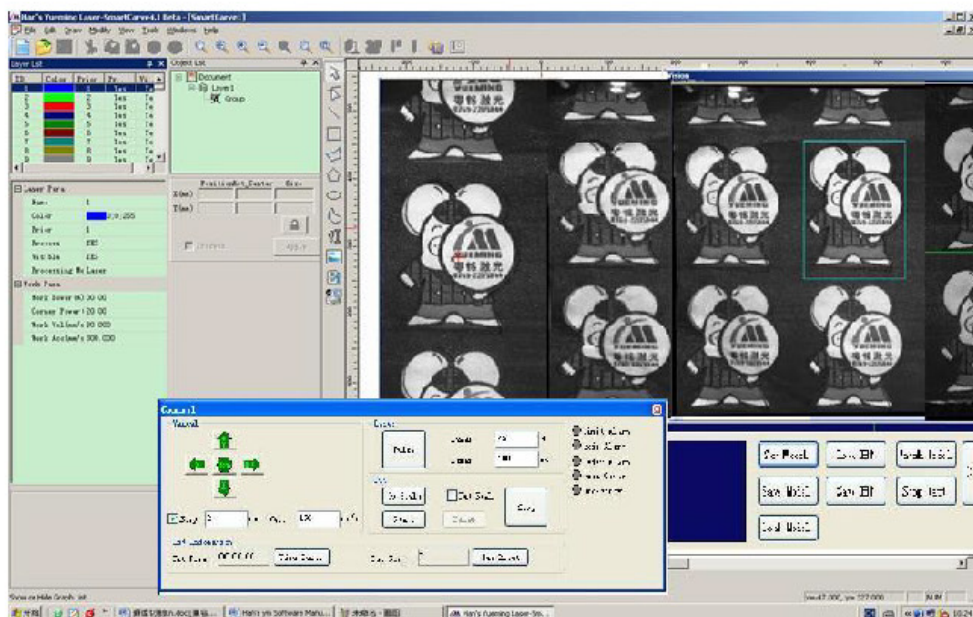

Fig. 4-7
- A. Use o Zoom in/out e Pan na barra de ferramentas na interface principal para mover a imagem do modelo para o estado de edição apropriado. O gráfico marcado com a luz vermelha é a posição do modelo, como na Fig. 4-7: